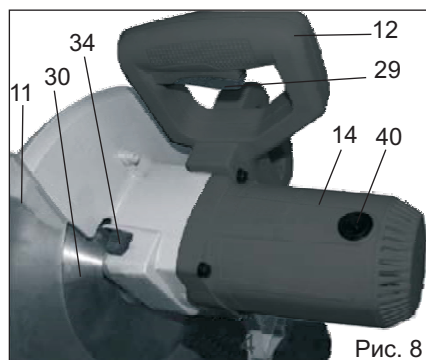
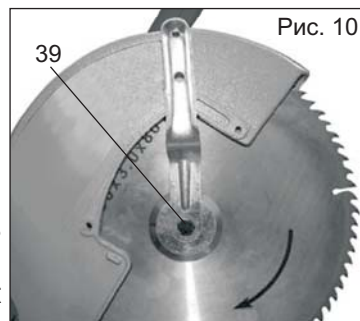

Рис. 8
Рис. 10
13.1 Снятие и установка пыльного диска.(Рис. 8, 9,10)
Выкрутите установочный винт (35) и опустите вниз рычаг (37). Выкрутите два установочных винта (36) на пластине (38) и снимите защитный кожух (11). Нажмите на кнопку фиксации пыльного диска (34)(Рис.8). Отверните болт крепления пыльного диска (39)(Рис. 10), поворачивая его по часовой стрелке (при этом пыльный диск не должен вращаться). Снимите внешний фланец и пыльный диск.